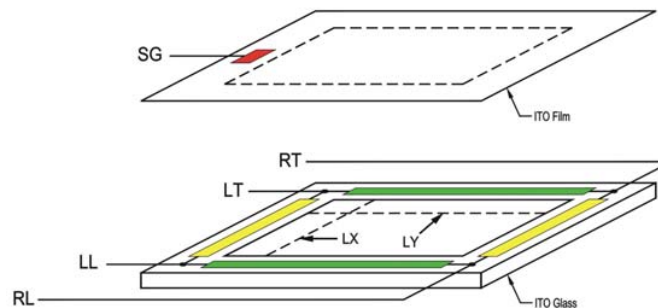
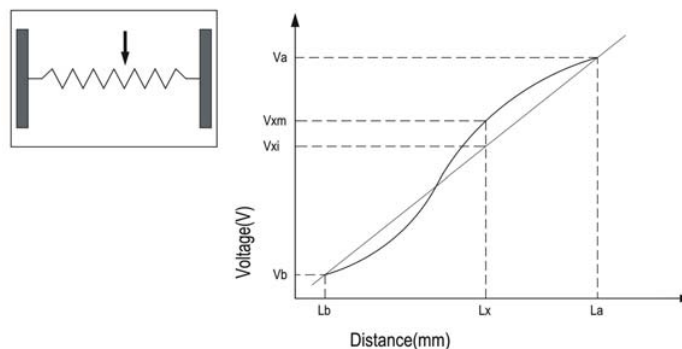

Figure 10-1
Figure 10-2
(1) Linearity Condition [線性測試條件]
Step 6: measure the voltage differences between RT and LT (or RT and RL) (Fig 10-1) (Fig 10-2)
[將 RT, RL 短路(或 RL, LL 短路)並接上 5V 的直流電, 另外將 LT, LL 短路(或 RT, LT 短路)並接上接地線 0V, 以 5.0mm 的間隔, 利用手寫筆(stylus)劃直線(如圖 2 中 LX 和 LY), 並量測 SG 的電壓, 量測並計算 RT 與 LT 間的電位差(或 RT 與 RL 間的電位差)] (Fig 10-1) (Fig 10-2)